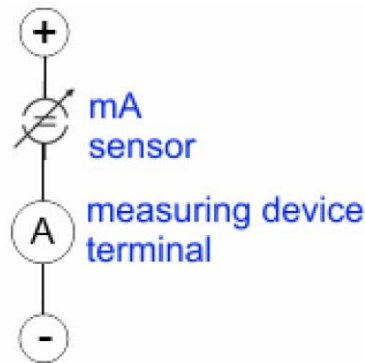

Abbildung 56: 2-Leiter-Anschluss
- 2-Leiter-Anschluss siehe ▶Abbildung 56◀ auf Seite 164 2-Leiter-Anschluss, vgl. IEC 60381-1.